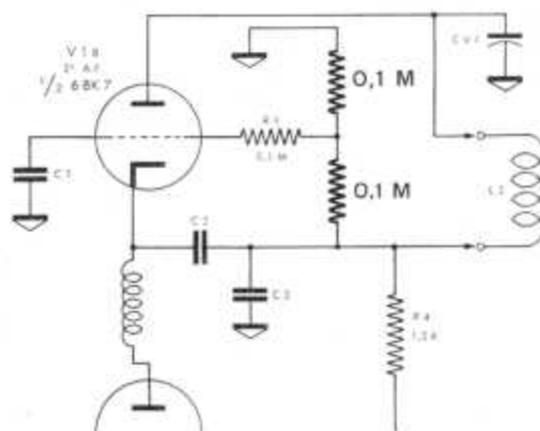

Fig. 19
1. - Oscillatore starato 2. - Curva di taratura canale alterata 3. - Valvola V1 sovraccaricata, oppure manca C. A. S. (nei televisori Serie 531 eseguire variante fig. 19).
L. - Perdita di sincronismo verticale e orizzontale	<ol style="list-style-type: none"> 1. - Valvola V12 difettosa 2. - Componenti nel circuito di V12 difettosi 3. - Segnale troppo intenso (perdita del solo sincronismo verticale, nei televisori serie 531 eseguire variante indicata in fig. 19).